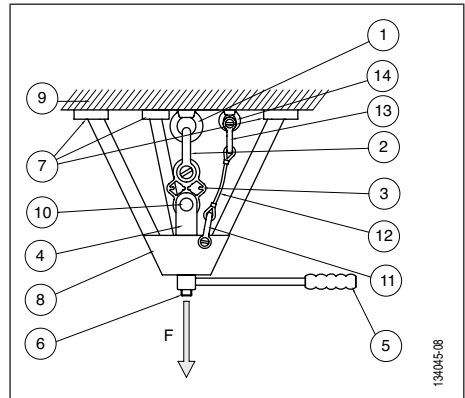
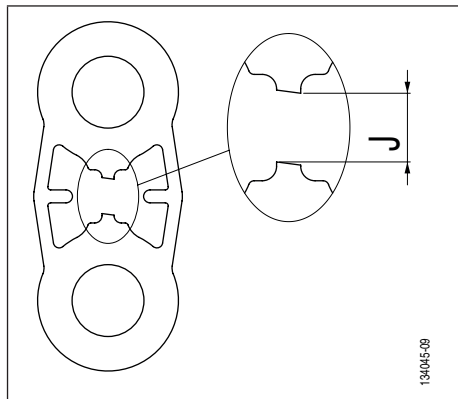

Fig. 6
Fig. 7
- 1 aparato de puesta en carga de accionamiento manual de tipo tripode (ver la Fig. 6, página 38, capítulo 4.2. Esquema),
- 1 dispositivo de seguridad para la retención del dispositivo de puesta en carga, en caso de rotura del punto de anclaje a probar, que incluye (ver la Fig. 6, página 38):
- 1 eslinga de seguridad de longitud apropiada (ver la Fig. 6, página 38, capítulos 4.2. Esquema y 4.3. Verificaciones antes de la instalación),
! PELIGRO: Para probar un punto de anclaje mediante la placa de prueba TA, el operador debe imperativamente utilizar un aparato de puesta en carga de tipo trípode de accionamiento manual que habrá sido estudiado y dimensionado específicamente para poder ser utilizado para la puesta bajo carga de tracción sin riesgo del punto de anclaje a probar (Fig. 6) o cualquier otro aparato de puesta bajo carga de tracción de la placa de prueba TA estudiado y dimensionado especialmente para ser utilizado con total seguridad.
El conjunto de las verificaciones antes de la instalación descritas a continuación hace referencia a la Fig. 6.
El conjunto del procedimiento descrito a continuación hace referencia a la Fig. 6.
! **PELIGRO:** El juego 'J' máximo (Fig. 7, juego J) no debe rebasar 15 mm.
1. Aumentar progresivamente la carga actuando en el aparato de puesta en carga (Fig. 6, página 38, ítem 8). El operador deberá imperativamente mirar permanentemente la placa a fin de poder detener la puesta en carga justo después de la rotura de la sección 'S' de la placa (Fig. 7).
2. En el momento de la rotura de la sección indicadora 'S' de la placa de prueba TA (Fig. 7), el operador debe detener inmediatamente su acción el aparato de puesta en carga, de lo contrario se corre el riesgo de romper totalmente la placa.
El conjunto del procedimiento descrito a continuación hace referencia a la Fig. 6, página 5.
8. Continuar la puesta en carga de la placa de prueba TA después de la rotura de la sección indicadora 'S' (cf. capítulo 5.2. *Procedimiento de implementación de la prueba de tracción, Fig. 7, página 40*).